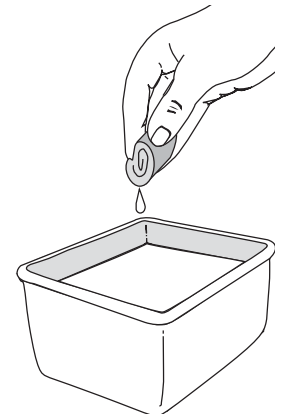

Fig. 27
3. Lave el filtro con agua y detergente (Fig. 27). Enjuague bien el filtro. Escorra el exceso de agua. Déjelo secar por completo.